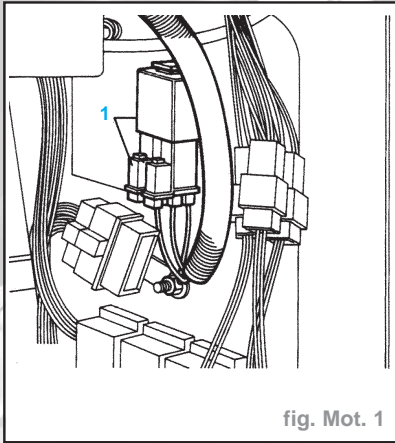

fig. Mot. 1
- Si le véhicule est équipé d'une climatisation, déposer le panneau de garnitures latéral droit et débrancher la fiche multibroche (1) de faisceau du relais (Fig. Mot. 1).